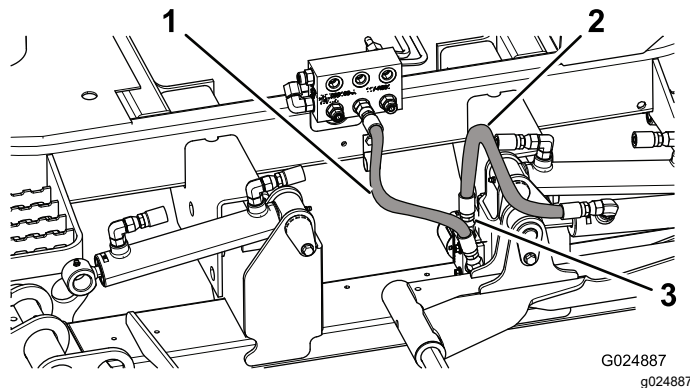

Figure 4
8. Acheminez et raccordez l'extrémité du flexible débranché du raccord du collecteur de jonction au raccord supérieur (droit) du collecteur de verrou de plateau (Figure 4).
9. Acheminez et raccordez le nouveau flexible au raccord du collecteur de jonction et au raccord à 90 degrés du collecteur de verrou de plateau (Figure 4).